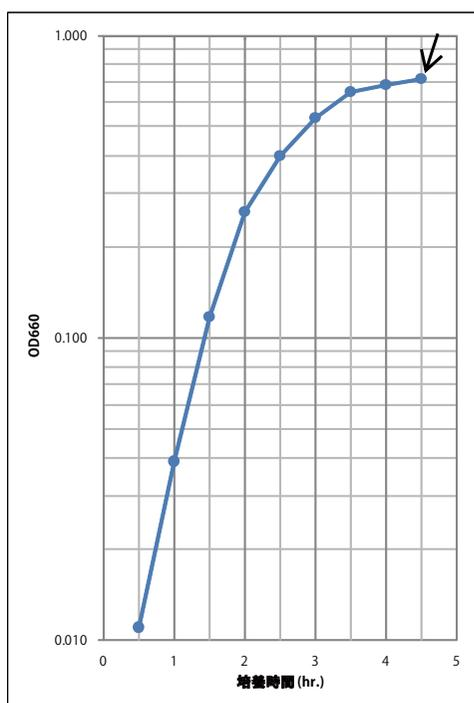

図 4. *B. subtilis* RIK1285 の増殖曲線
- (1) 宿主菌株のグリセロールストックから適量を LB プレートに広げて、37℃で一晩（約 16 時間）培養する。
- (2) 一晩 LB プレートで培養した宿主菌株から、1 白金耳を 2 ml の LB 培地に植菌する。一晩（約 16 時間）、28℃、150～180 rpm で前培養する。
- (3) 5 ml の SP I medium に前培養液 50  $\mu$ l を加えて 37℃、170～180 rpm で培養する。
- (4) 培養開始 1 時間後より 30 分ごとに OD660 を測定し、定常期に入ったところ（図 4：矢印付近）で培養を終了する\*1。